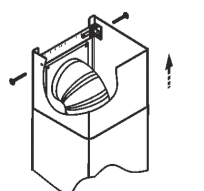

рис. 8
- Выдвиньте верхнюю фальштрубу, навесьте ее на кронштейн (рис.8) и закрепите винтами.